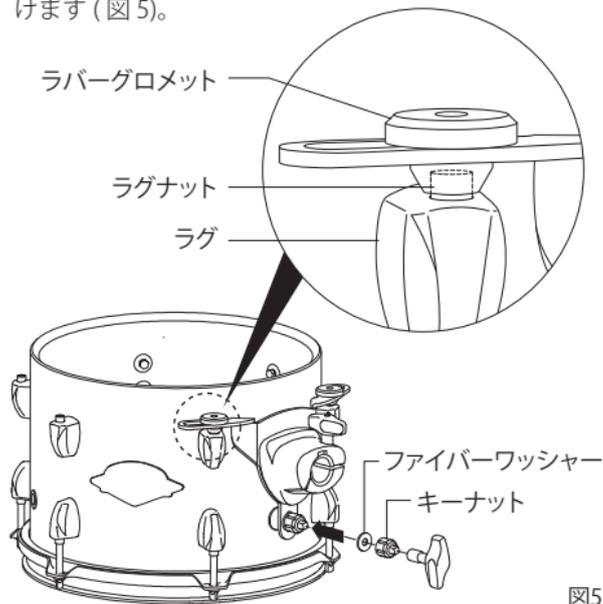

図5
5. Opti-Loc 本体を取り付けます。その際、ラバーグロメットがラグのラグナットにしっかりとハマっていることをご確認ください。ファイバーワッシャーとキーナットを図のように取り付け、チューニングキーで締めつけます(図5)。